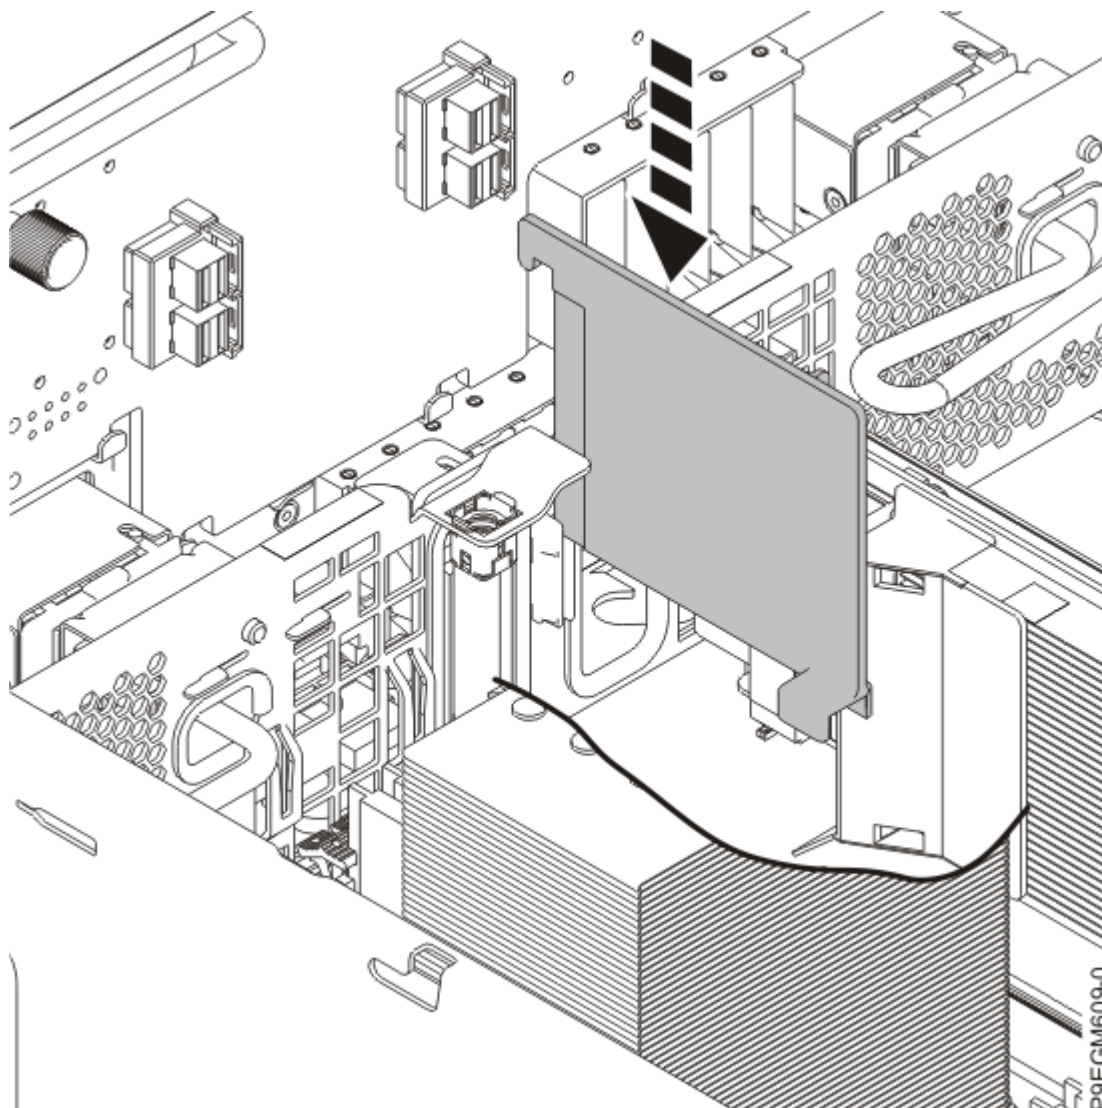

Abbildung 31. Lufttrennplatte installieren
c) Senken Sie die Lufttrennplatte ab, bis sie richtig sitzt (siehe Abbildung 31 auf Seite 37).